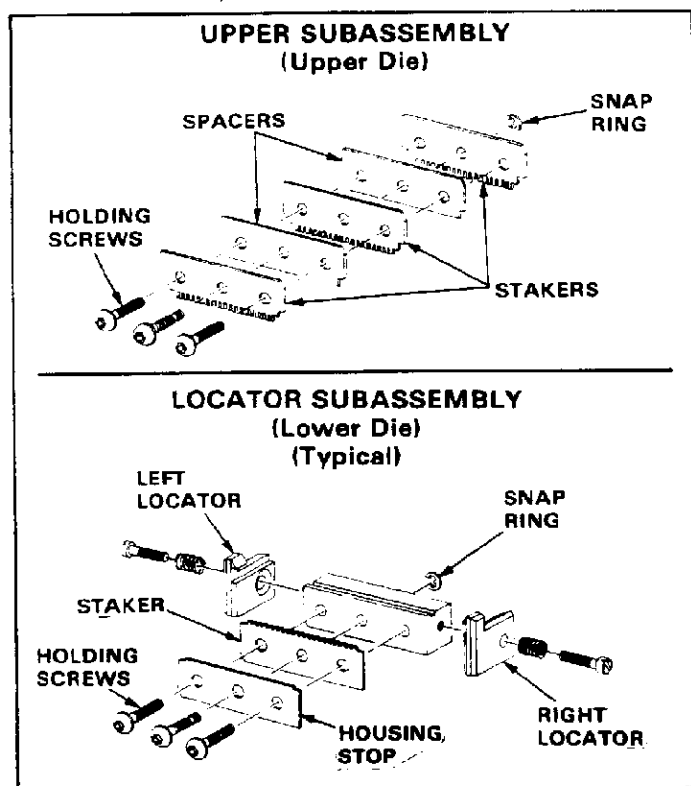

Fig. 3
B. Die Assembly 220155 (Figure 3)